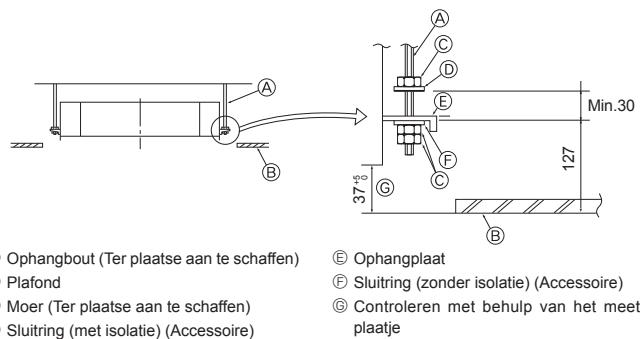

Fig. 2-5
2.5. Werkwijze om de unit op te hangen (Fig. 2-5)